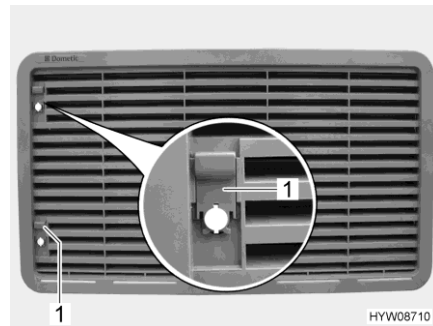

Fig. 184 Rejilla de ventilación del frigorífico
- Empujar la corredera (Fig. 184,1) hacia arriba.